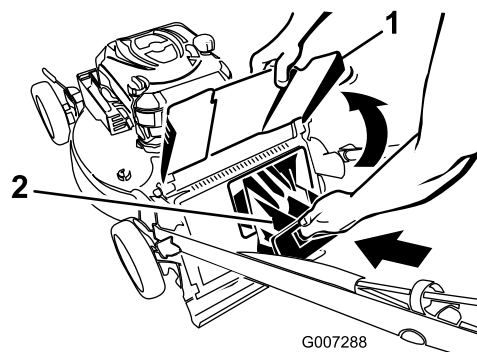

Figura 24
4. Introduzca el tapón de descarga trasero (Figura 24).